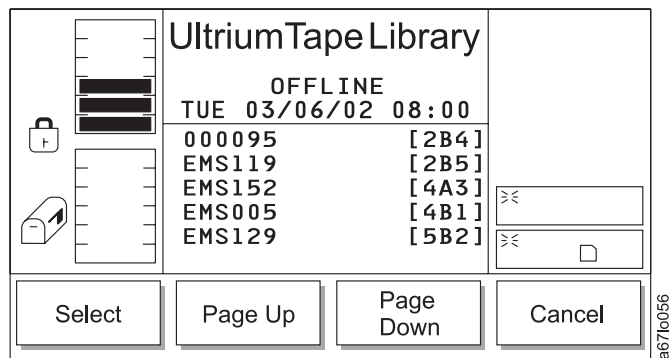

Abbildung 130. Exportlistendialog
- Wird **OK** ausgewählt, erscheint der Exportlistendialog (siehe Abb. 130 auf Seite 146).
Tabelle 79. Übersetzung von Abb. 130, Exportlistendialog
- Wird **Pages** ausgewählt, kehrt der Dialog zu dem Exportlistendialog zurück (siehe Abb. 130 auf Seite 146). Sie können zusätzliche Optionen auswählen oder die Exportoperation abbrechen.